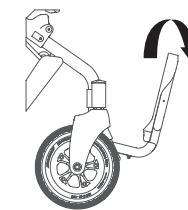

Rysunek 5.4
- Położ elektryczny wózek inwalidzki płasko, lewą ręką przytrzymaj chwytak, a prawą ręką pchnij rurkę siedziska, przesuwając środek ciężkości w kierunku rurki siedziska, jak pokazano na rys. 5.4, aż do całkowitego rozłożenia wózka, jak widać na rys. 5.5.